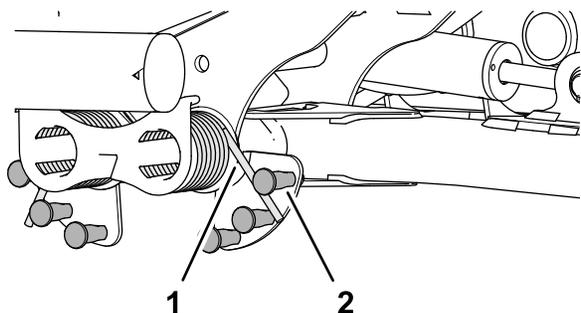

Figura 51
2. Insira a extremidade longa da mola de contrapeso num tubo ou objeto semelhante e rode a mola à volta do pino de ombro até à posição desejada (Figura 51).